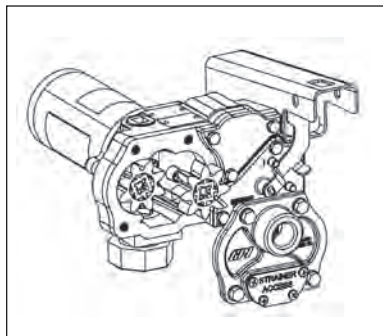

Figura 7
- Levante a chave de transmissão e as engrenagens da bomba. (Figura 7)